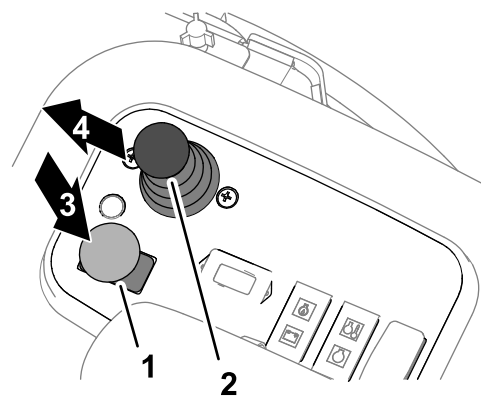

Figure 34
1. Serrez le frein de stationnement et placez la commande des unités de coupe en position DÉSENGAGÉE (Figure 34).